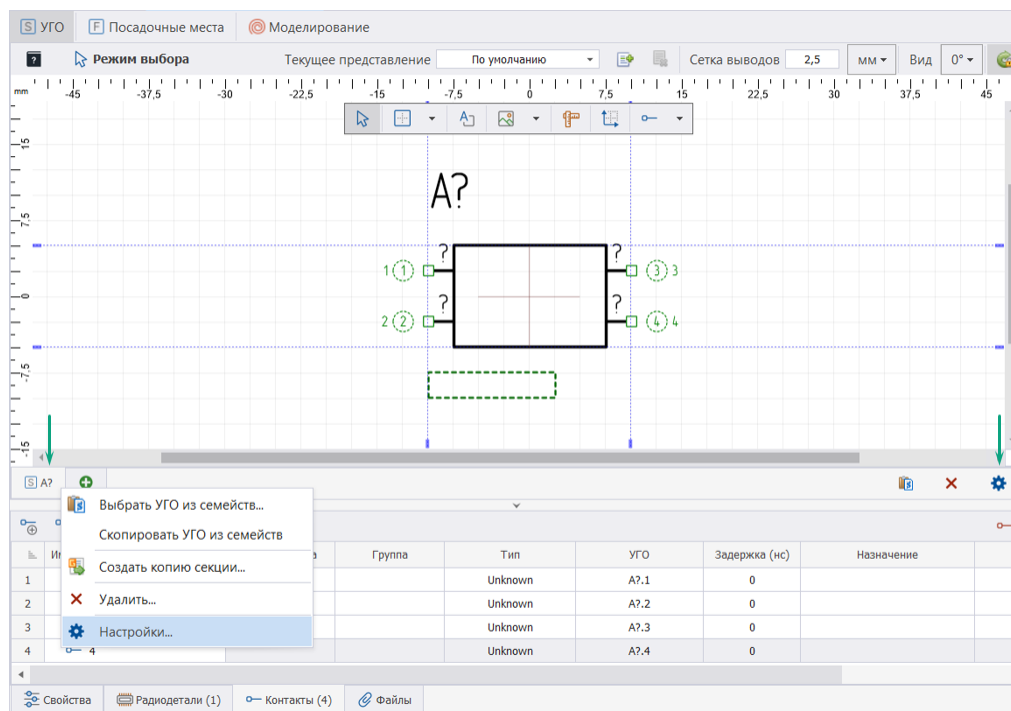

Рис. 184 Вызов настроек секций
1. Вызвать окно настроек из контекстного меню секции или с помощью кнопки , расположенной в правой части редактора, см. Рис. 184.